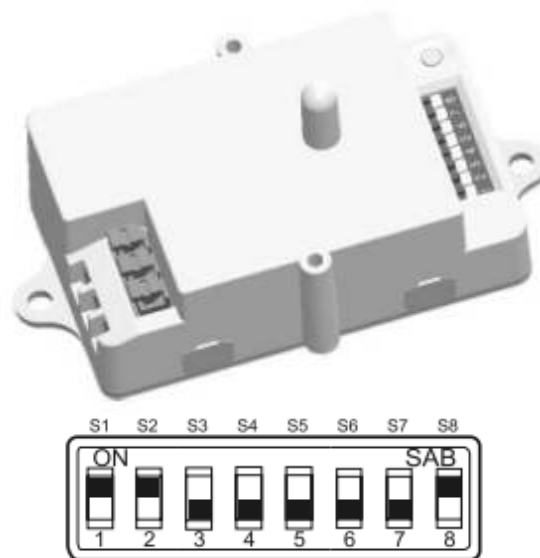

Рисунок 3 - Датчик светильники серии ДБО96
2.12 Характеристики светильника с датчиком (рисунок 3) настроить в соответствии с таблицей 3.